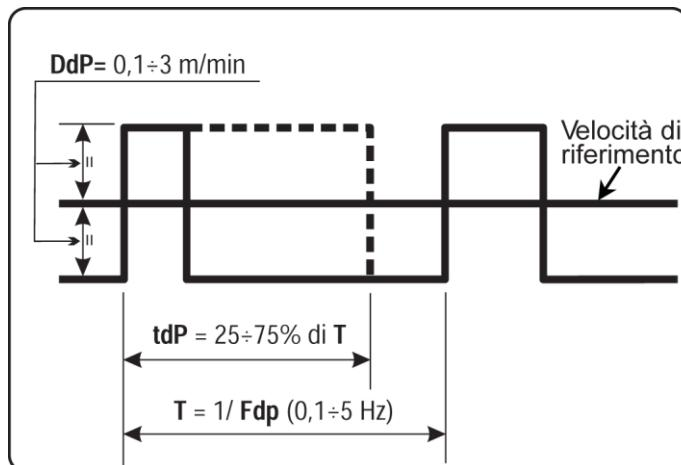

fig. 7
- **tdP** su display **O** (durata della velocità del filo più alta, cioè della corrente maggiore, espressa in percentuale del tempo ricavato dalla frequenza **Fdp** (fig. 7)); con manopola **Q** selezionare la percentuale visibile su display **P**. Campo di regolazione: 25 ÷ 75%, default = 50;